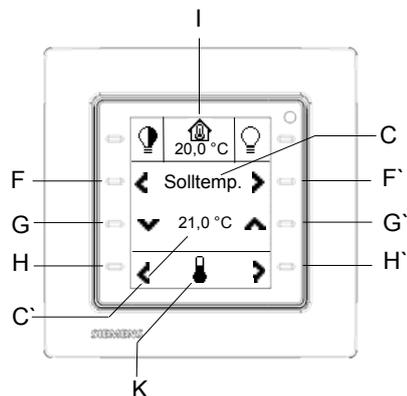

Bild: 23
- zur Einstellung der Solltemperatur/ Solltemperaturverschiebung (Bild 23/24),
Bei einer direkten SollwertEinstellung (Bild 23) wird der Sollwert (C`) in einem Bereich zwischen 16°C und 26°C in 0,1 K Schritten eingestellt.